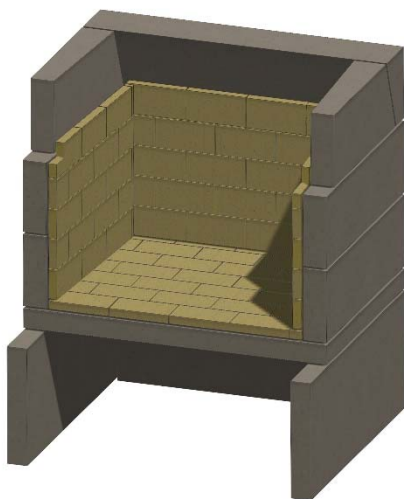

Figure 19. Brique réfractaire pour murs latéraux
K. Installez de la brique réfractaire sur les murs latéraux, avec la brique posée sur le bord. La brique doit être posée sur environ 1/3 du mur latéral supérieur, et une encoche doit être découpée dans la brique avant de chaque côté, pour leur permettre de dégager la pièce de linteau avant (qui sera installée ultérieurement). Voir la figure 19.